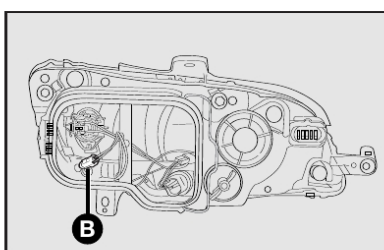

fig. 24
- 4) depois de substituir a lâmpada, remontar o porta-lâmpada **B-fig. 24** e recolocar a tampa travando-a com a mola.